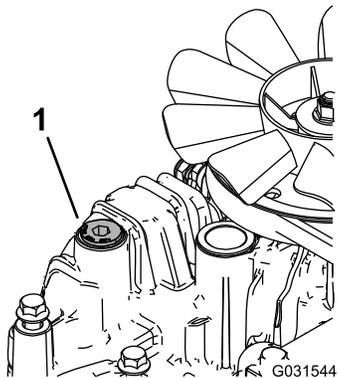

図 86
11. 各トランスミッションに通気プラグを、ぐらつく程度に軽く取り付ける 図 86。